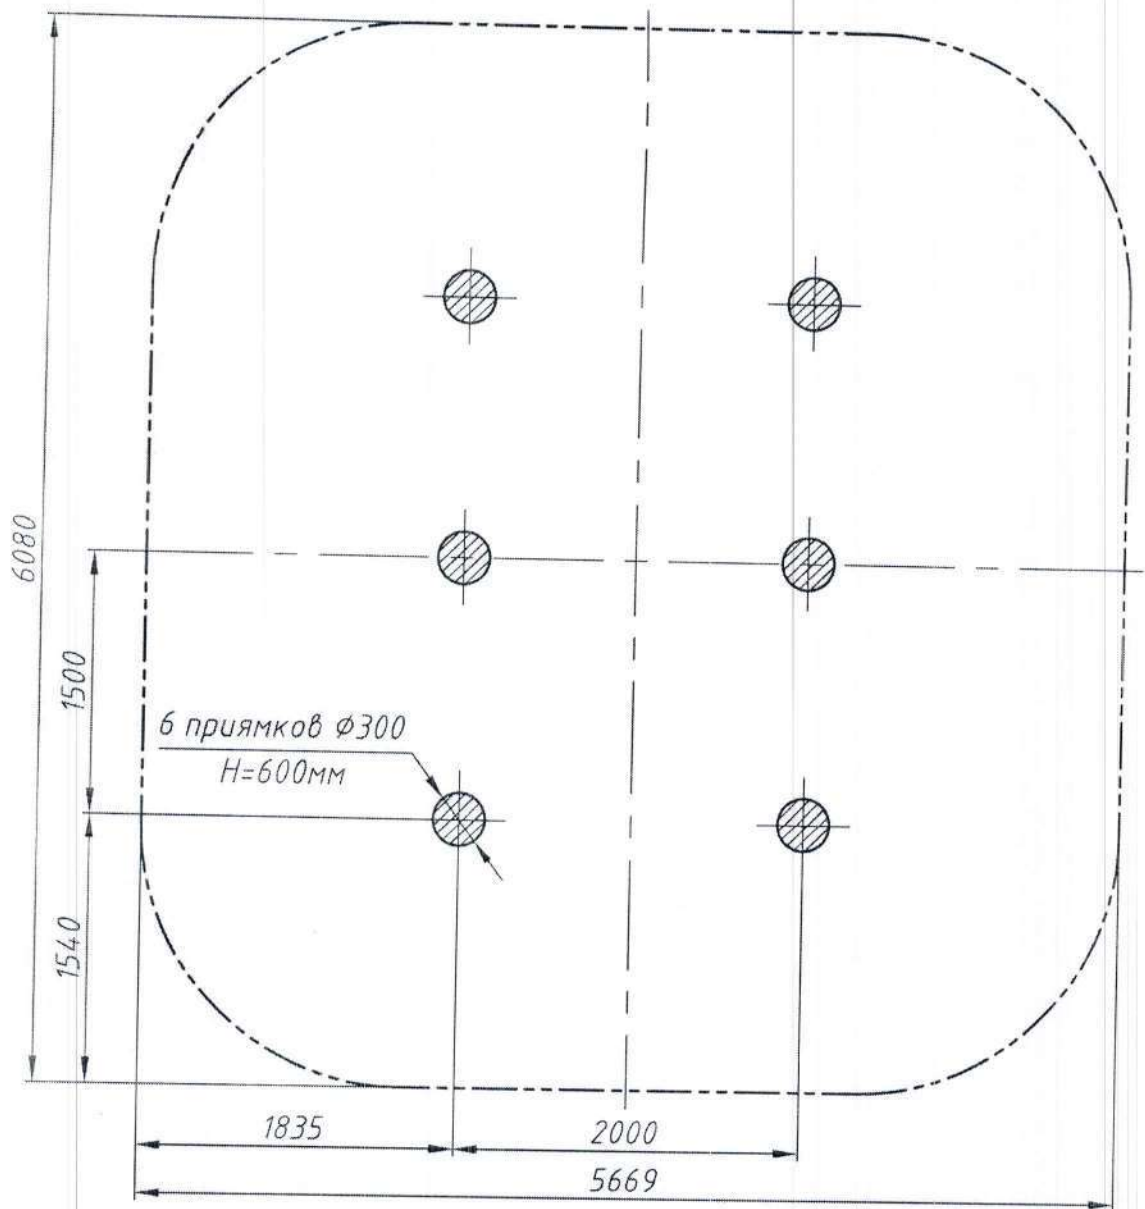

Рис.3 План фундамента Рукохода с кольцами РТР 729D
12.6. Монтаж заключается в сборке составных узлов Рукохода с последующим бетонированием столбов в заранее подготовленные приямки. Фундаментные приямки выполняются в соответствии с планом фундамента (рис. 3).